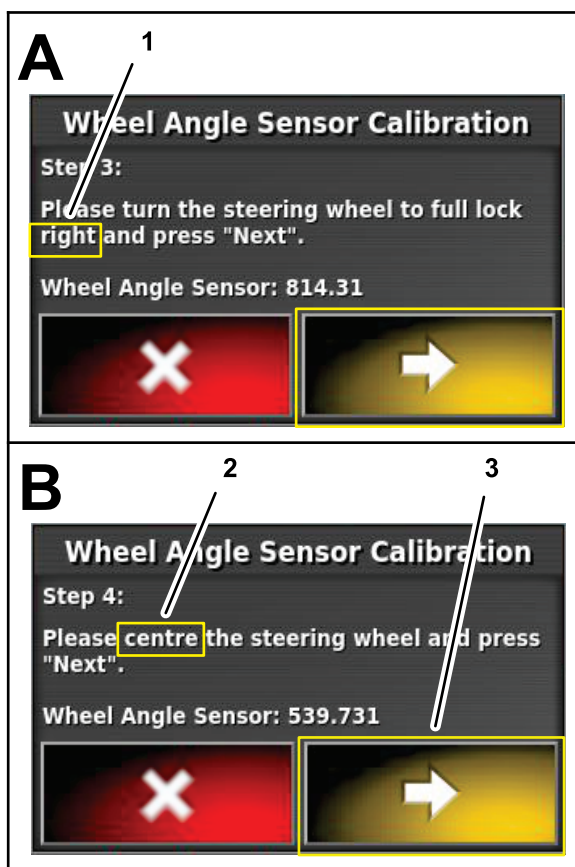

図 164
7. ステップ 3で、ハンドルを右にいっぱいに切り、次のステップのアイコンを押します (図 164)。
3. 次のステップのアイコンを押します (図 164)。
8. ステップ 4で、タイヤが真っ直ぐ前方に揃うまでハンドルを回し、停止し、次のステップのアイコンを押します (図 164)。